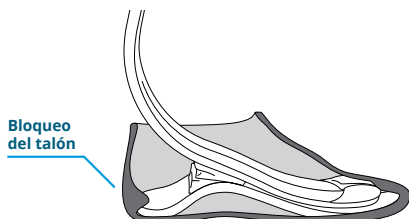

Figura 3
- Empuje la funda cosmética hacia arriba en el talón o, si es necesario, introduzca un calzador en la funda cosmética y deje que el talón se deslice hacia abajo con un calzador en el bloqueo del talón. El talón debe bloquearse (Figura 3) en su lugar para una función y seguridad adecuadas.